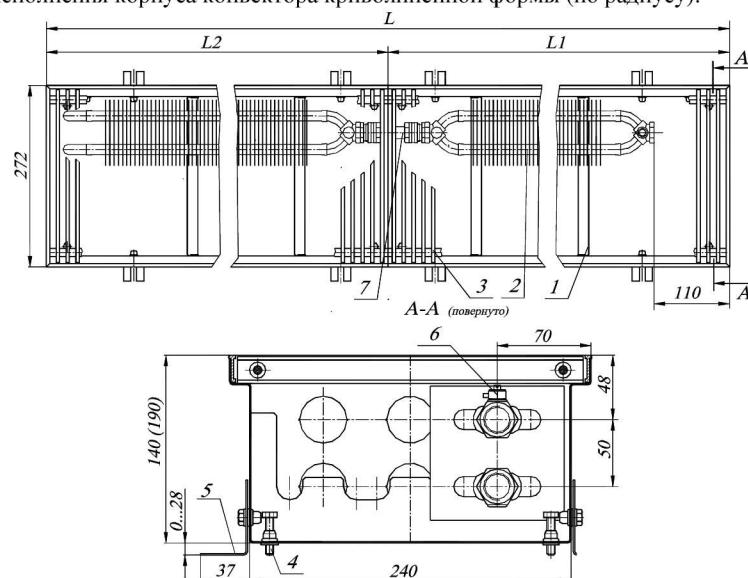

Рис. 1 Конвектор КПК-С 27.14(19).310...600 концевой
4.1. Каждая секция конвектора имеет следующие основные элементы (см. рис.1):
4.4. Размеры и технические характеристики изделий представлены на Рис.1, 2 и в таблице 1.